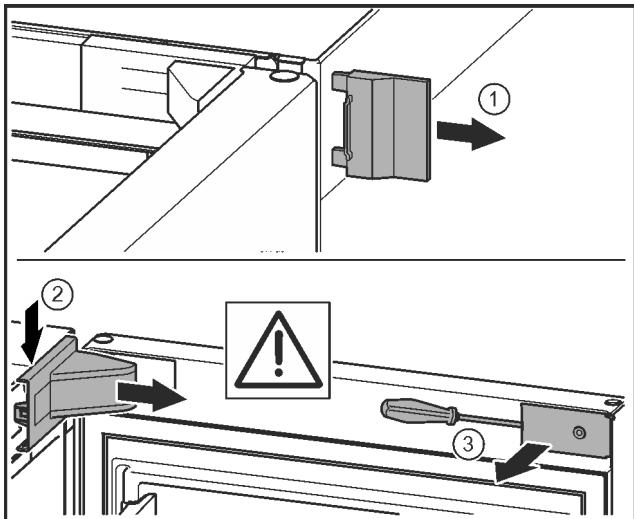

Fig. 11*
▶ 取下外盖。* Fig. 11 (1)
▶ 拆卸并松开托架盖。取下托架盖。* Fig. 11 (2)
▶ 使用带槽螺丝刀松开隔板并把它转到一边。* Fig. 11 (3)